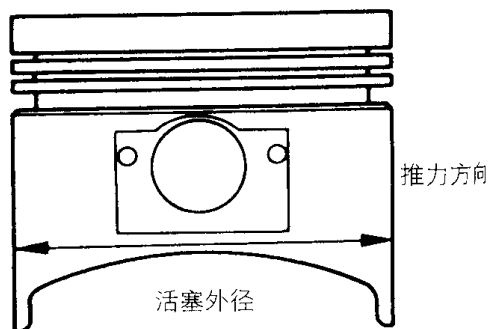

图 2-119 活塞外径测量位置
(1) 使用的加大尺寸活塞应根据缸径的最大镗孔直径来决定（见表 2-8）。注意尺寸记号是刻印在活塞顶上的。
(2) 测量所使用的活塞外径，测量位置为如图 2-119 所示的活塞推力面。